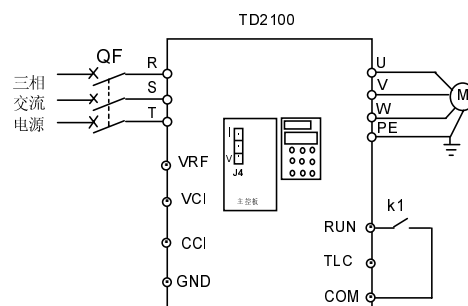

图4-4 端子控制运行配线图
如图4-4所示。
- (1)按图4-4接线后上电；
- (2)用**PANEL/REMOTE**键进入面板控制方式；
- (3)按**PRG**键进入编辑状态；
- (4)分别定义如下参数：